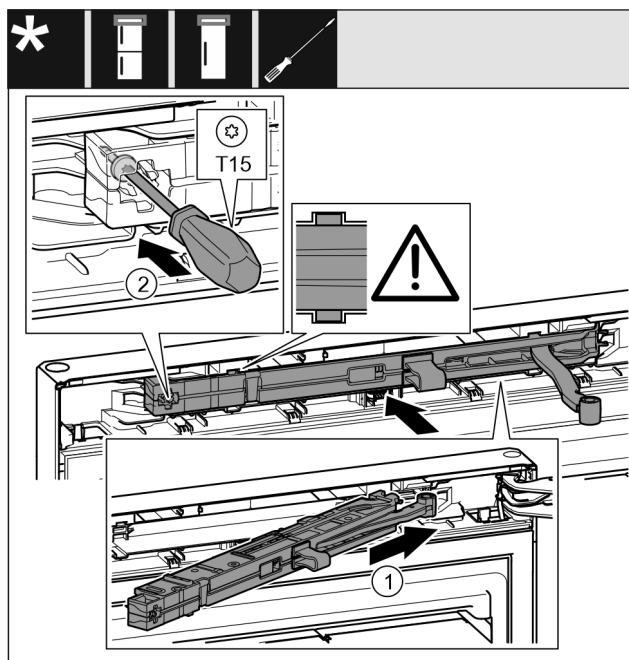

Fig. 71
- ▶ Côté support de palier, pousser l'unité d'amortissement de fermeture Fig. 71 (1) jusqu'en butée de biais dans l'évidement.
- ▶ Serrer la vis Fig. 71 (2) avec un tournevis.